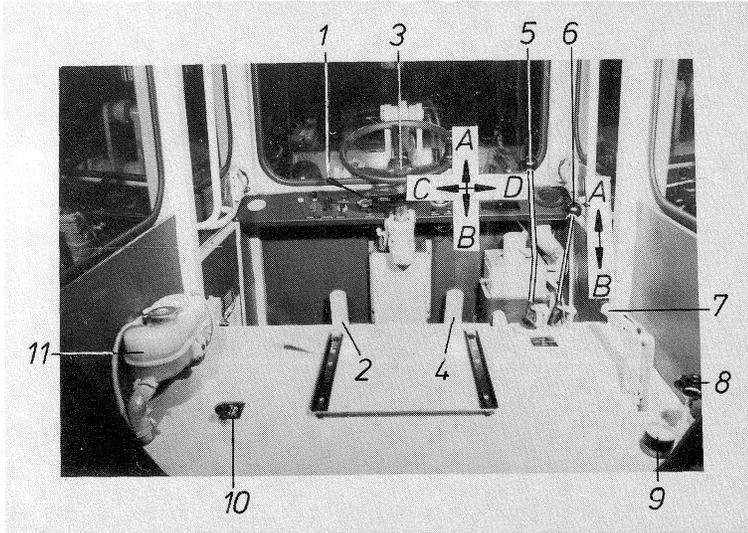

Bild 16
Armaturenbrett und im Fahrerhaus (Bild 16 und 17)**
- Handhebel (Bild 16/5) in Richtung A - Schaufelarm senken
- Handhebel (Bild 16/5) in Richtung B - Schaufelarm heben
- Handhebel (Bild 16/5) in Richtung C - Schaufel ankippen
- Handhebel (Bild 16/5) in Richtung D - Schaufel auskippen
- Handhebel (Bild 16/6) in Richtung A - Schaufel öffnen
- Handhebel (Bild 16/6) in Richtung B - Schaufel schließen
- Handhebel (Bild 16/5) in Richtung C - Zinken kippen
- Handhebel (Bild 16/5) in Richtung D - Zinken ankippen
- Handhebel (Bild 16/5) in Richtung C - Hubgerüst kippen
- Handhebel (Bild 16/5) in Richtung D - Hubgerüst ankippen
- Handhebel (Bild 16/6) in Richtung A - Zinken senken
- Handhebel (Bild 16/6) in Richtung B - Zinken heben
Wird der Lader-Bagger bei Arbeiten mit einem Anbaugerät nicht ständig verfahren, so ist während des Arbeitens die Feststellbremse (Bild 16/7) anzuziehen.